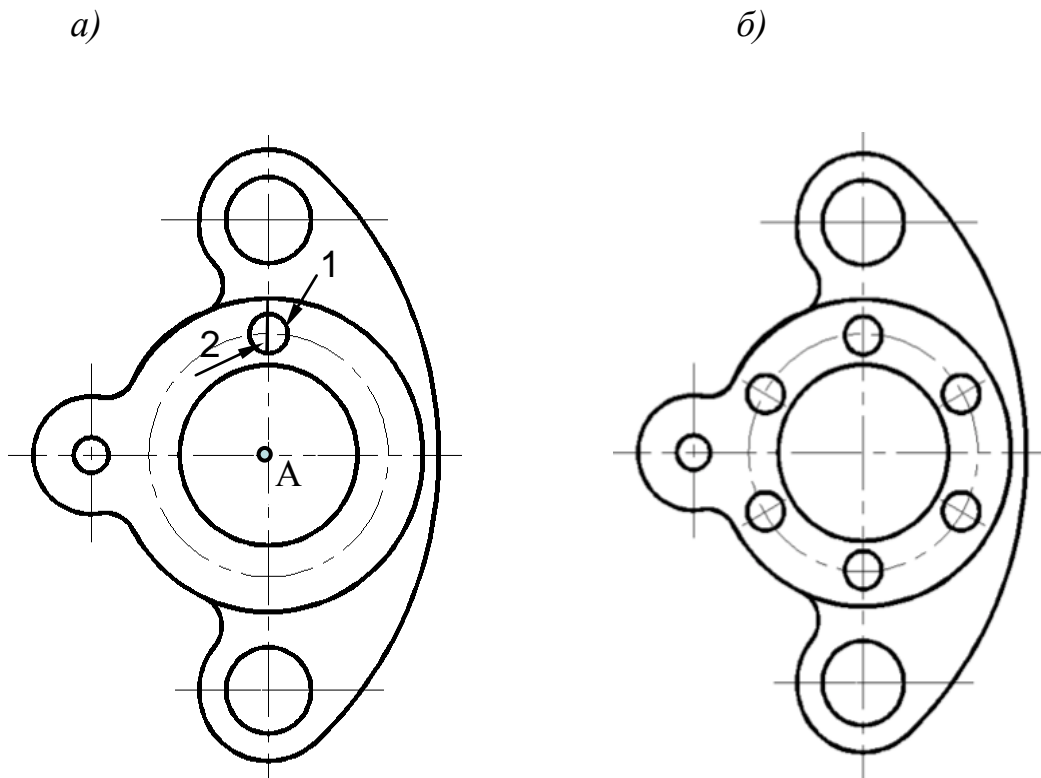

Рис. 3.7 (а, б)
а) Вычертить на слое **Контур** одну окружность командой **КРУГ(1)** и вертикальный отрезок (2) для центральной линии на слое **Оси** (рис. 3.7, а).
б) Выполнить команду **МАССИВ Круговой** (панель **Редактирование**) (рис. 3.7, б):